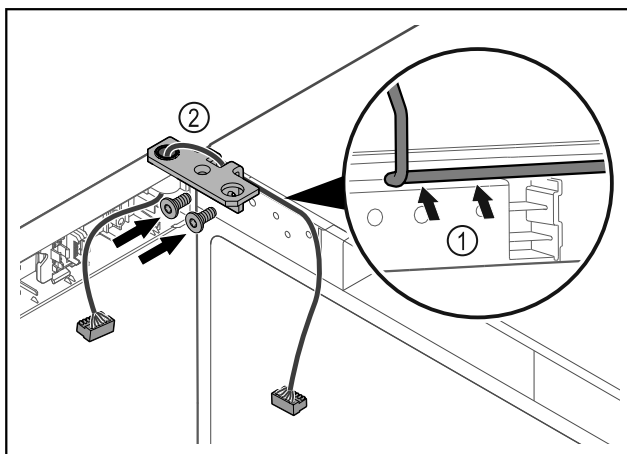

Fig. 63
- Lägg kabeln genom gångjärnsfästets urtag och dra den försiktigt Fig. 63 (1).
- Skruva fast gångjärnsfästet Fig. 63 (2).